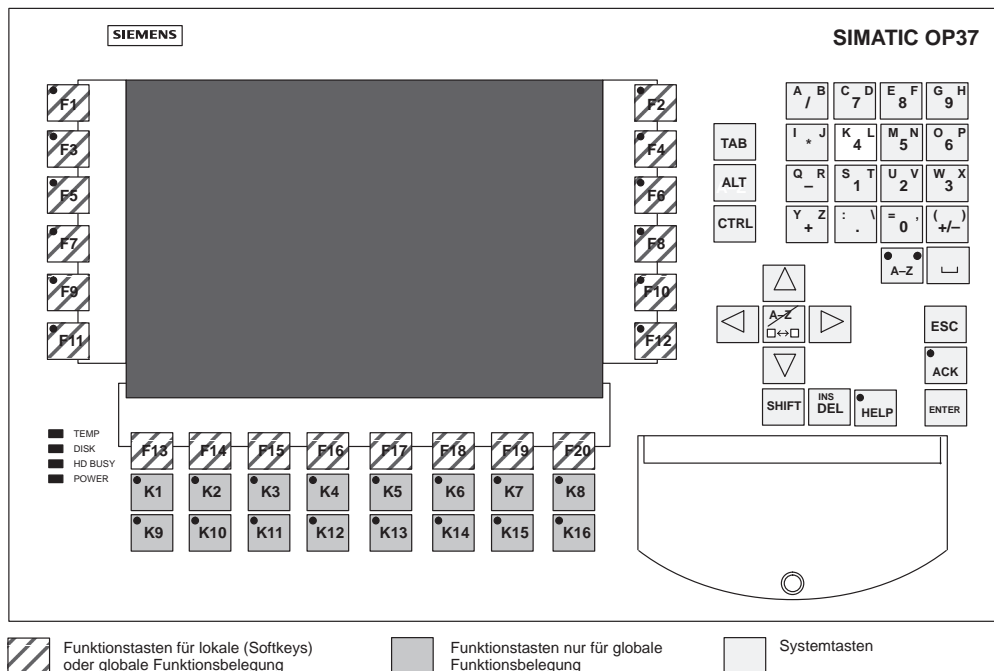

Bild 3-3 Anordnung der Tastenblöcke beim OP37
- beim OP37 → K1 bis K16 und F1 bis F20 (Bild 3-3).
- beim OP37 → F1 bis F20 (Bild 3-3).